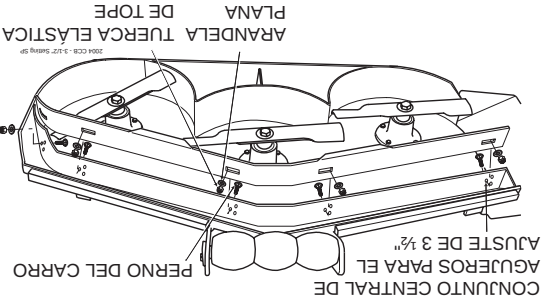
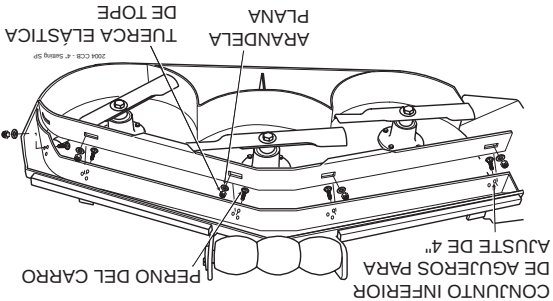

Figura 10. Posición 3-1/2" del deflector de corte personalizado
Figura 11. Posición 4" del deflector de corte personalizado
B. Posición 3-1/2" (ajuste de fábrica para las plataformas de corte Advantage) - el deflector se instala usando el conjunto central de agujeros en el deflector frontal solidado dentro de la plataforma de corte. (Vea la Figura 10). Para cortes de propósito general, coloque el deflector de corte personalizado en la posición 3-1/2". Esto le da la mejor combinación de desempeño de corte en todos los tipos de césped. Posición 4" (ajuste de fábrica para las plataformas de corte Velocity-Plus) - el deflector se instala usando el conjunto inferior de agujeros en el deflector frontal solidado dentro de la plataforma de corte. (Vea la Figura 11). La colocación del deflector en el ajuste de 4" mejorará el corte en otoño (recogida de hojas) y reducirá los "soplos" en la plataforma de corte.